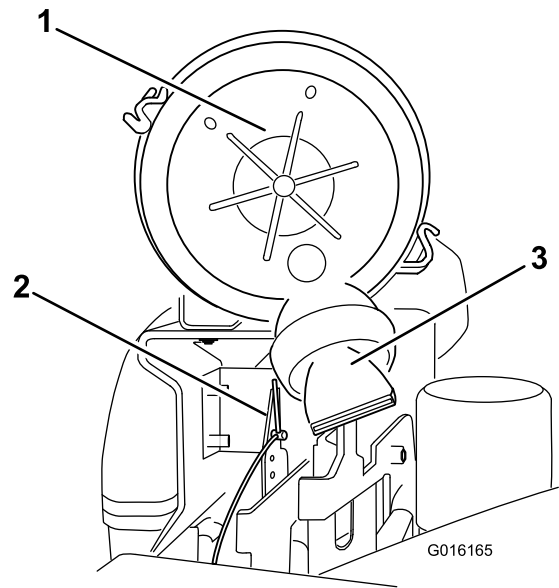

Figure 47
4. Placez le couvercle du filtre à air de sorte que le reniflard ne gêne pas le mécanisme d'accélérateur (Figure 47).